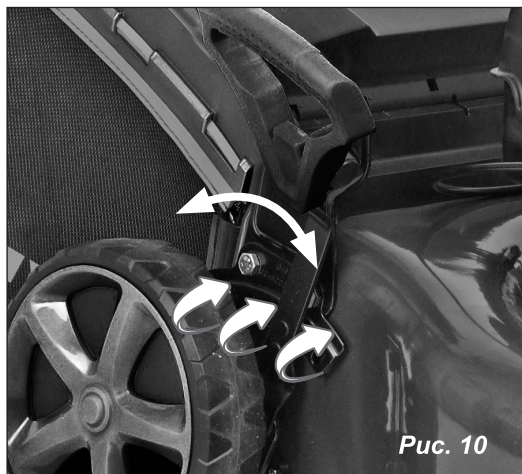

Рис. 10
Переместите рычаг на необходимое значение и зафиксируйте в пазу (рис. 10).
5. Толкайте газонокосилку перед собой, производя управление, задавая необходимую вам траекторию движения смещая рукоятку в лево или право. Не прилагайте больших усилий передвигая газонокосилку, если движение затруднено проверьте правильность регулировки высоты среза (см. п. 8, рис. 10).